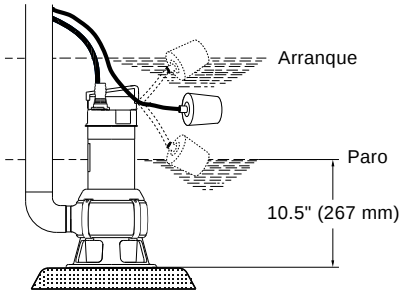

Fig. 6 Niveles de arranque / paro
- La bomba debe estar sumergida en el líquido. Durante el funcionamiento normal, la bomba debe encontrarse por debajo de la superficie del líquido. Consulte la fig. 6.